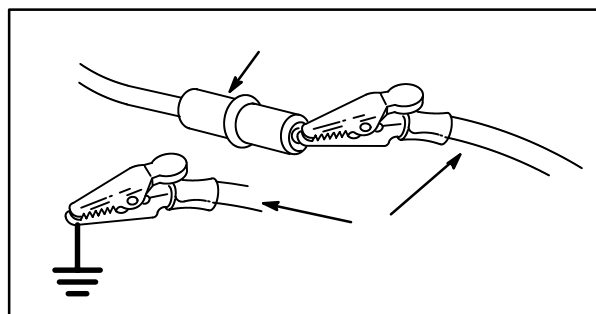

Fig. 15
2. Ative o dispositivo sem carga ou o cabo terra AZUL (1) do módulo de controle usando um fio de ligação direta (2), Fig. 15.